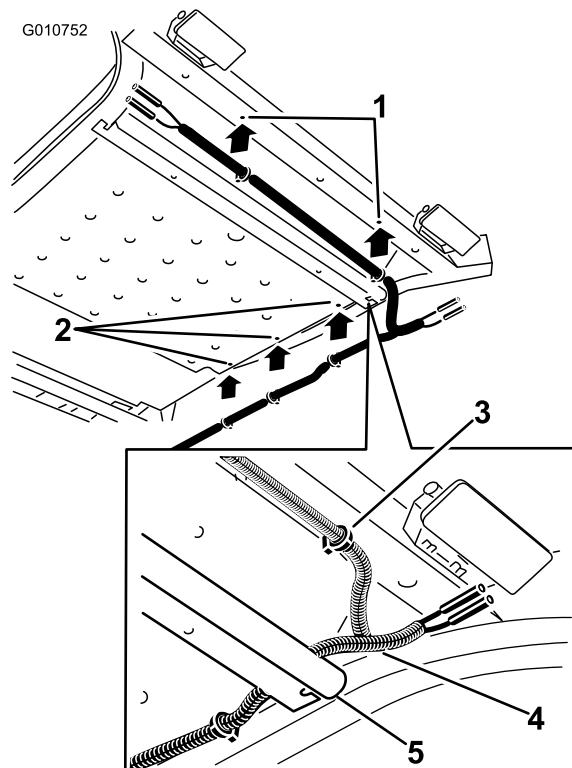

Figura 4
Nota: En modelos del año 2014 y posteriores, mueva los clips de retención hasta que estén alineados con los taladros de la chapa de suelo (Figura 4).
- Localice el arnés de accesorios entre las piezas sueltas. Localice el extremo del arnés que tiene dos clips de retención entre dos juegos de conectores tipo bala. Pase este extremo del arnés hacia adelante por la barra de soporte delantera del conjunto de elevación y hasta los faros delanteros (Figura 4).